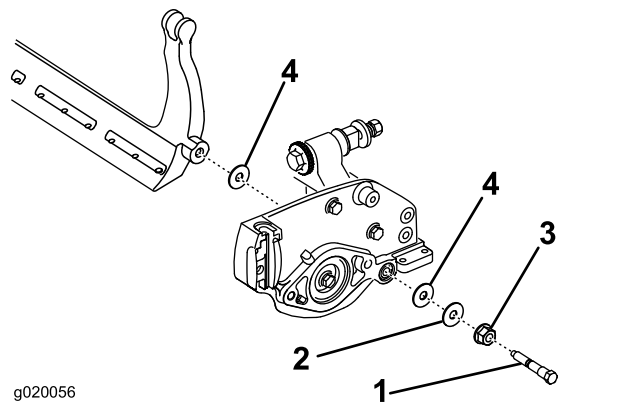

Figura 22
Guarde las 2 arandelas de nylon y la arandela de acero de cada extremo de la barra de asiento (Figura 22).
3. Coloque una arandela de nylon en cada lado del saliente de la chapa lateral. Coloque una arandela de acero por fuera de cada arandela de nylon (Figura 22).